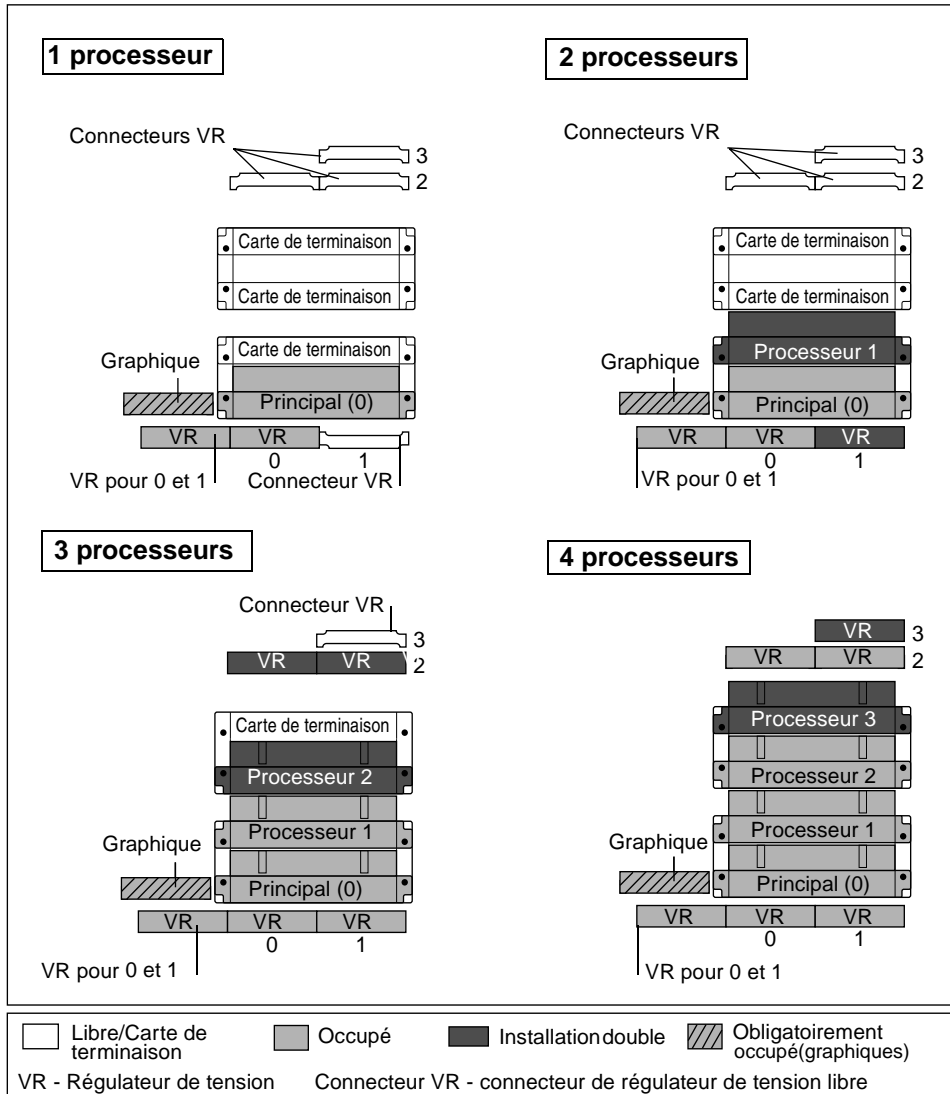
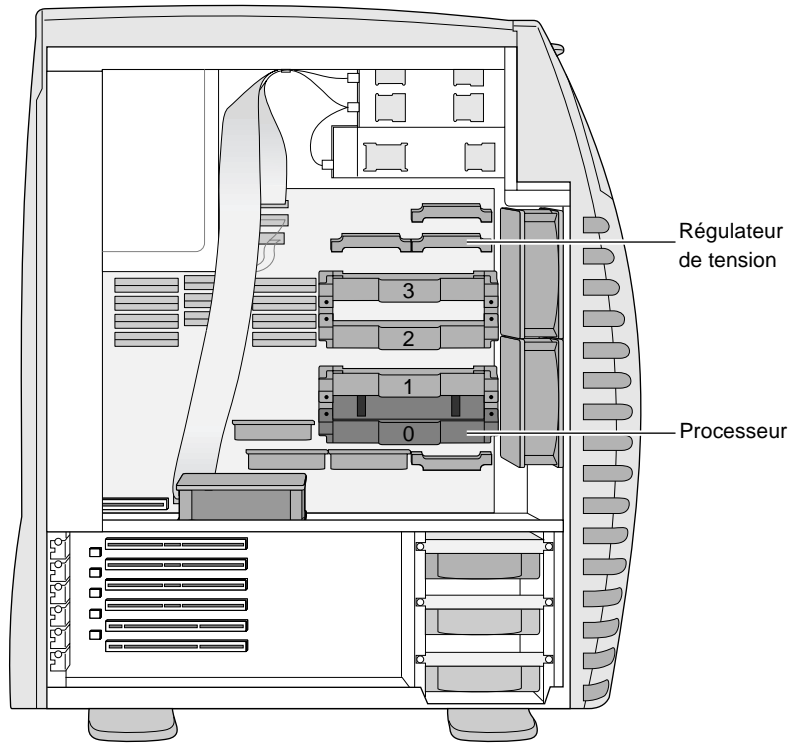

Figure 6-1 Association de processeurs et de régulateurs de tension
Figure 6-2 Repérage des processeurs et des régulateurs de tension
La Figure 6-1 indique l'emplacement des processeurs et des régulateurs de tension, ainsi que les relations qui les unissent.
6. Identifiez le processeur, la carte de terminaison et les régulateurs de tension que vous installez ou que vous remplacez (Figure 6-2). Pour plus d'informations sur l'association d'un régulateur de tension et d'un processeur, reportez-vous à la Figure 6-1.
1. Repérez les emplacements appropriés aux régulateurs de tension. Reportez-vous à la Figure 6-1 afin de déterminer l'emplacement à utiliser.
10. Retirez le ou les régulateurs de tension associés au processeur. Reportez-vous à la Figure 6-1 afin d'obtenir plus d'informations sur l'association de régulateurs de tension et de processeurs.